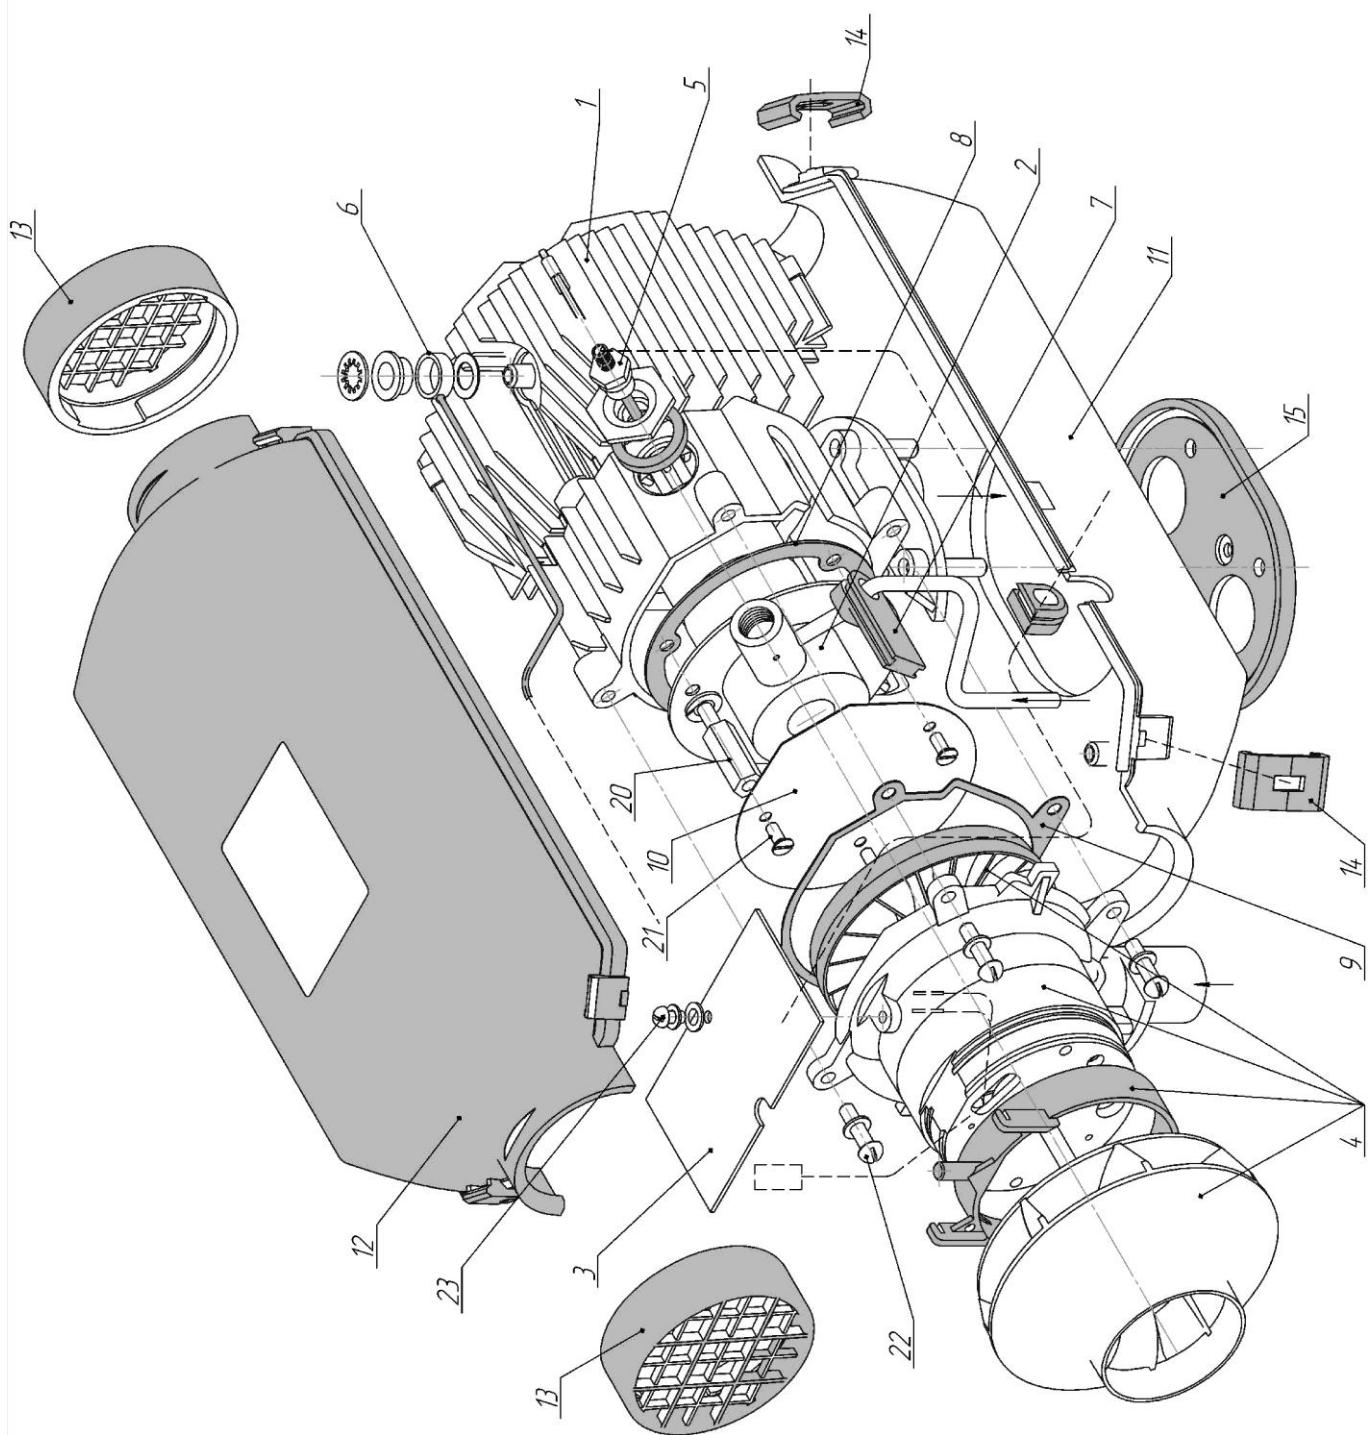

Рис.1- Составные части нагревателя
Составные части нагревателя (рис.1) показаны в каталоге деталей и сборочных единиц (КДС). Отопители PLANAR-2D-12 и PLANAR-2D –24 отличаются друг от друга блоком управления, топливным насосом и нагнетателем воздуха. Для замены и проверки годности составных частей нагревателя необходимо частично разобрать нагреватель. **Частичная разборка нагревателя допускается и на автомобиле, если при этом есть доступ к демонтажу верхнего кожуха.**
- отвернуть винт крепления блока управления (позиция 23, рис.1), снять блок управления;
- отвернуть винты крепления нагнетателя воздуха к теплообменнику (позиция 22, рис.1);
- отвернуть винт крепления БУ к НВ (позиция 23, рис.1);